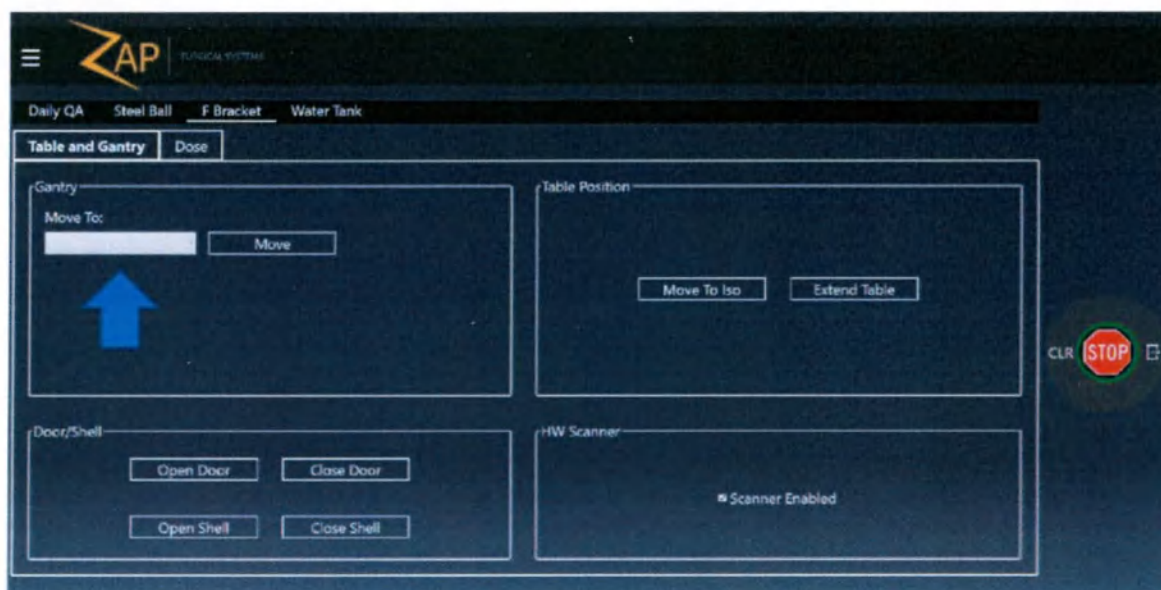

Рисунок 3-14. Страница F Bracket (F-образный кронштейн), вкладка Table and Gantry (Стол и штатив). Стрелки указывают на выбор необходимого положения штатива
3. Проверьте, чтобы система находилась в исходном положении (Home); если нет, щелкните по пиктограмме **Daily QA** (Ежедневное обеспечение качества). После этого выберите страницу **F Bracket** (F-образный кронштейн) и вкладку **Table and Gantry** (Стол и штатив). В раскрывающемся списке для **Gantry, Move To: (Штатив, переместить в:)** выберите Home (Исходное положение) и щелкните **Move (Переместить)** (см. рис. 3-14).
3. Проверьте, чтобы система находилась в положении North Pole (Северный полюс); если нет, щелкните по пиктограмме **Daily QA** (Ежедневное ОК). После этого выберите страницу **F Bracket** (F-образный кронштейн) и вкладку **Table and Gantry** (Стол и штатив). В раскрывающемся списке для **Gantry, Move To:** (Штатив, переместить в:) выберите **North Pole** (Северный полюс) и щелкните **Move** (Переместить) (см. рис. 3-14).
3. Проверьте, чтобы система находилась в необходимом положении; если нет, щелкните по пиктограмме **Daily QA** (Ежедневное обеспечение качества). После этого выберите страницу **F Bracket** (F-образный кронштейн) и вкладку **Table and Gantry** (Стол и штатив). В раскрывающемся списке для **Gantry, Move To:** (Штатив, переместить в:) выберите необходимое положение и щелкните **Move** (Переместить) (см. рис. 3-14).